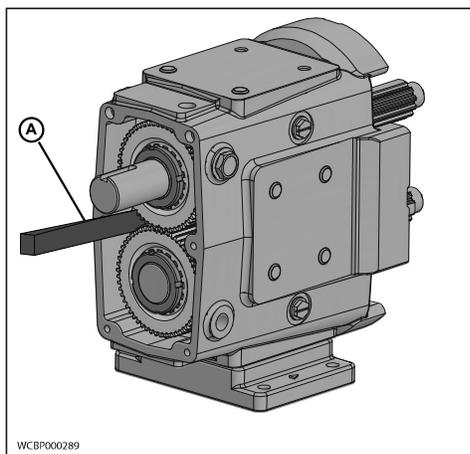

Ilustración 70 - Bloqueo de la rotación del eje
1. Evite que los ejes giren colocando una cuña entre los engranajes (Ilustración 70, elemento A).